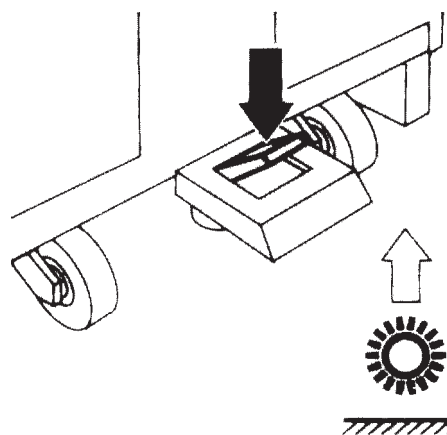

Figure 4
12. En fin de travail, relâcher les boutons (6), pousser l'interrupteur principal (2) sur « 0 », puis soulever la brosse et les embouchures avec la pédale (Fig. 4).